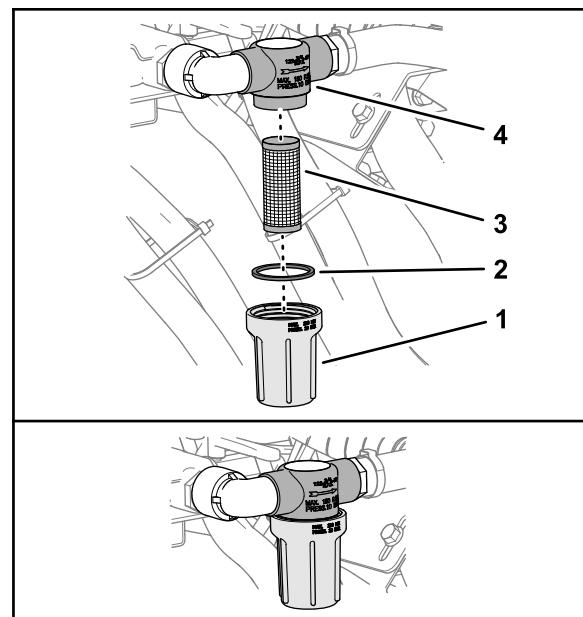

Figure 54
3. Tournez la cuvette du filtre dans le sens antihoraire et déposez-la ainsi que le filtre du boîtier (Figure 54).
6. Remettez le filtre dans le boîtier (Figure 54).
- Vissez le joint et la cuvette à la main sur le boîtier du filtre (Figure 54).